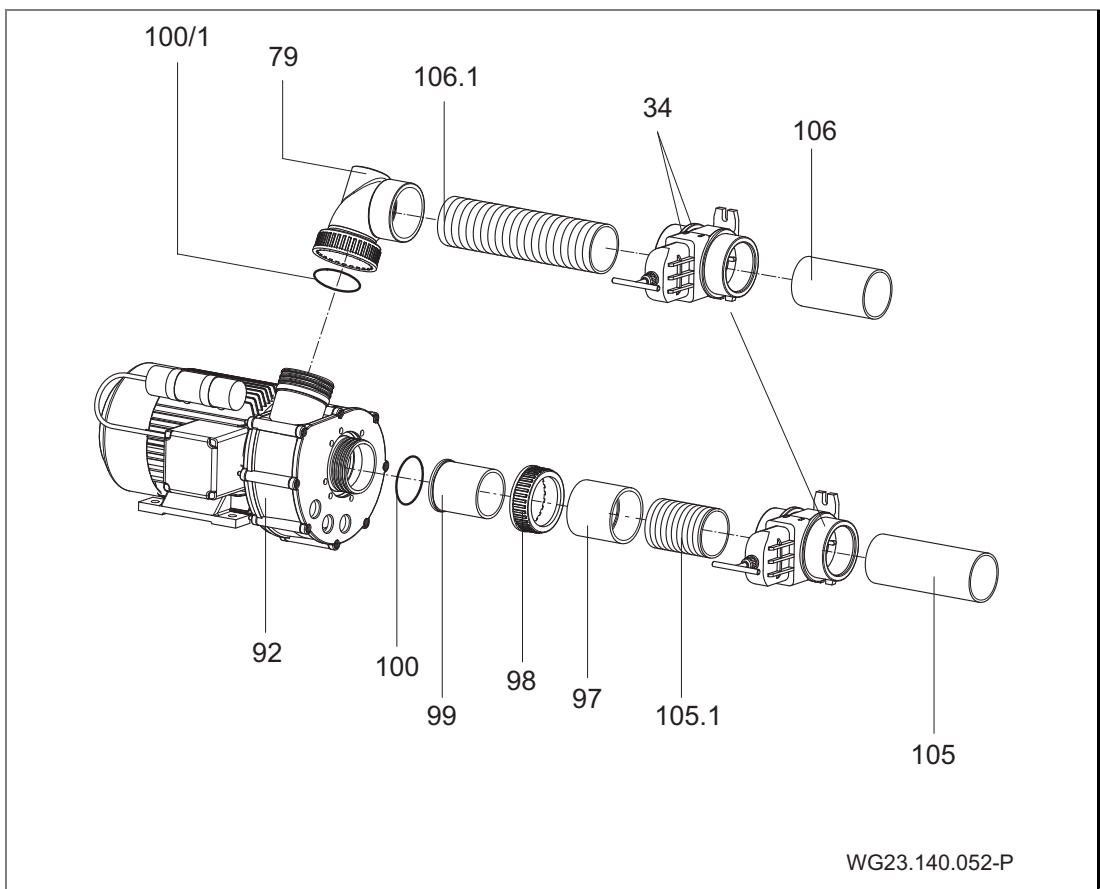

Abb. 20
13. Jet-Pumpe (92) saugseitig mit flexiblen Saugrohr (105.1), Muffe (97), Verschraubung (98, 99) und druckseitig mit flexiblen Druckrohr (106.1) und Spezialreduzierwinkel (79) anschließen beziehungsweise verkleben. (Abb. 20)